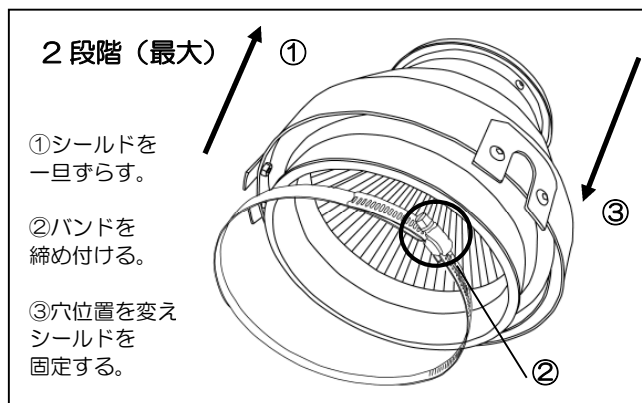

図 2
- 3つのロックプレートそれぞれに2カ所ずつあるM5六角頭ビスを、付属の六角レンチを使用して外します。6カ所全て外した状態でシールドの位置を、もう一つの穴位置に来るように高さを合わせます。(図2)